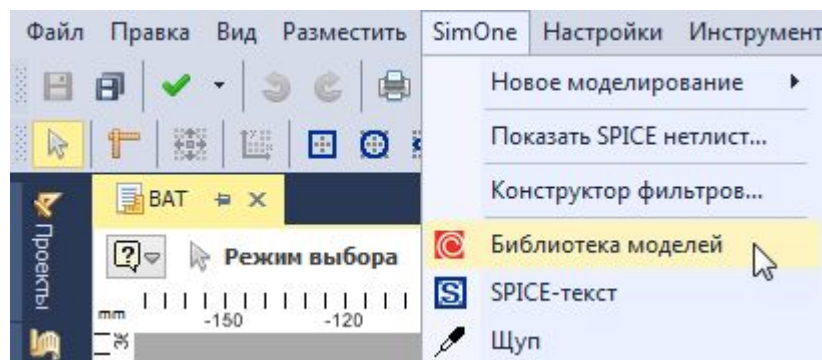

Рис. 30 Вызов панели «Модели» из главного меню, раздел «SimOne», пункт «Библиотека моделей»
2. Через главное меню «SimOne» → «Библиотека моделей», см. Рис. 30.